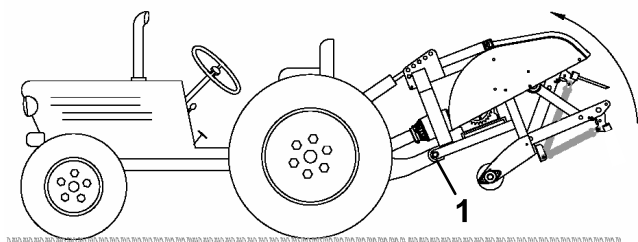

图26
**注意** 为防止过度升高应将主机提升臂接入提升支架如配备的顶孔图26。PTO轴的最大角度是35°。